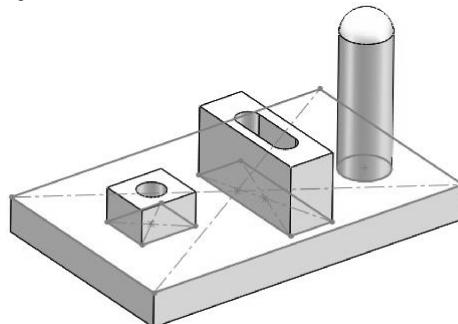

图 7-13 利用布局草图设计的装配体模型
- 07 拉伸特征创建后，在【草图】选项卡中单击【编辑零部件】按钮，完成装配体第一个零部件的设计。同理，使用相同操作方法依次完成其余的零部件的设计，最终设计完成的装配体模型如图 7-13 所示。